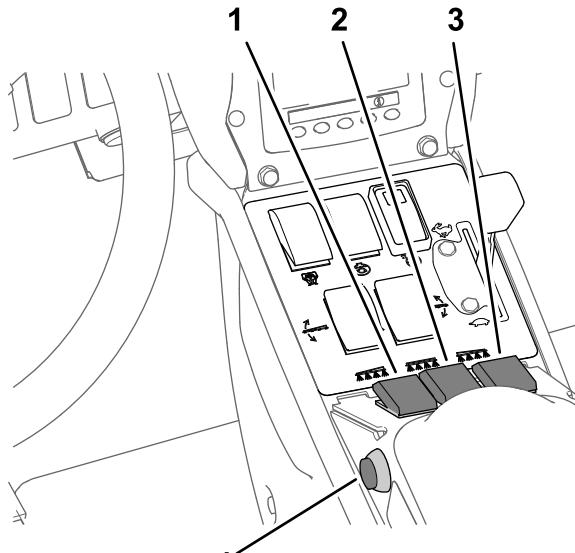

Figure 41
- Placez le(s) interrupteur(s) de section en position ACTIVÉE (Figure 41).
- Conduisez à la vitesse voulue, puis réglez la commande générale des sections en position MARCHE pour commencer la pulvérisation (Figure 41).
- Placez la commande générale des sections en position ARRÊT; voir Figure 41 sous Pulvérisation en mode débit d'application (page 38).
- Placez les interrupteurs des sections individuelles en position ACTIVÉE; voir Figure 41 sous Pulvérisation en mode débit d'application (page 38).
- Conduisez à la vitesse voulue puis réglez la commande générale en position MARCHE pour commencer la pulvérisation; voir Figure 41 sous Pulvérisation en mode débit d'application (page 38).